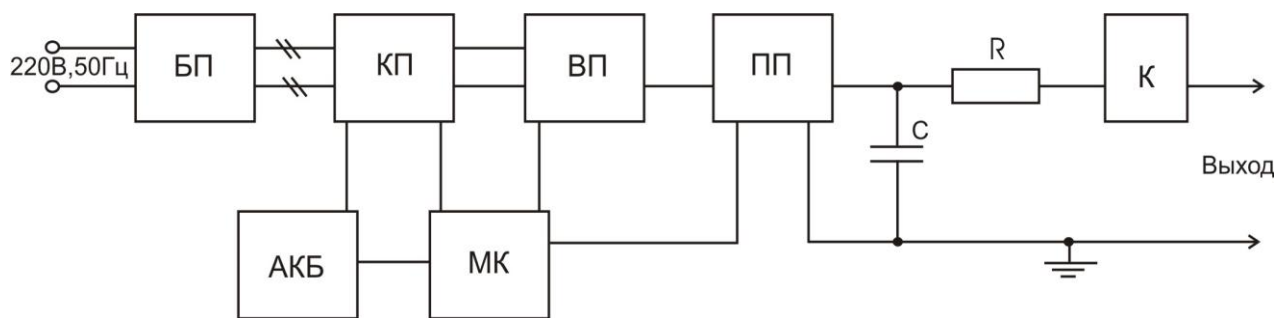

Рис.2 Структурная схема испытательного генератора ИГЭ 15.2а
4.1 Структурная схема испытательного генератора ИГЭ 15.2а представлена на Рис.2.